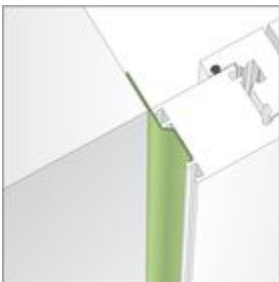

Bild 4: Folie auf die Außenseite des Blendrahmens kleben, Folie in der Flucht zur Wandlaibung führen
- Ankleben an der Außenseite des Blendrahmens (Bild 4)